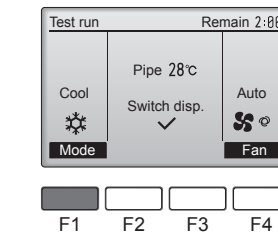

Fig. 8-3
- 1 Щоб змінити режим роботи, натисніть кнопку [F1]. (Fig. 8-3)